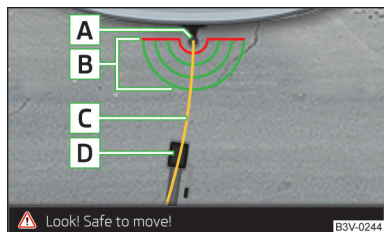

Abb. 171
**Displayanzeige** » **Abb. 171**